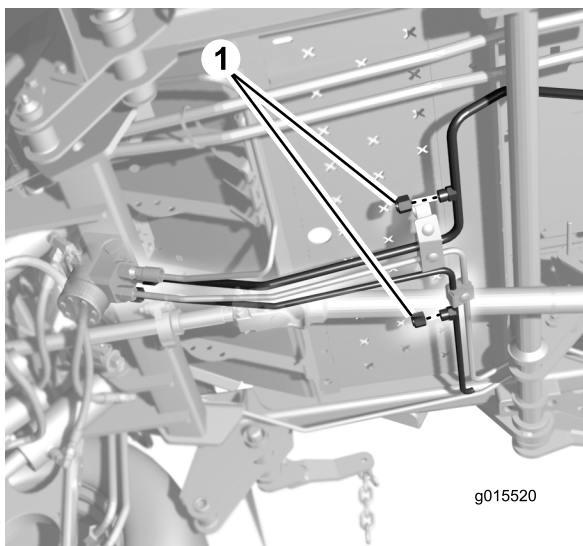

Рисунок 8
1. Установите сливной поддон под крышками гидравлических трубок (Рисунок 8).
2. Снимите крышки с гидравлических трубок на машине (Рисунок 8). Снимайте крышки по одной за раз при установке трубок для предотвращения излишних потерь гидравлической жидкости.